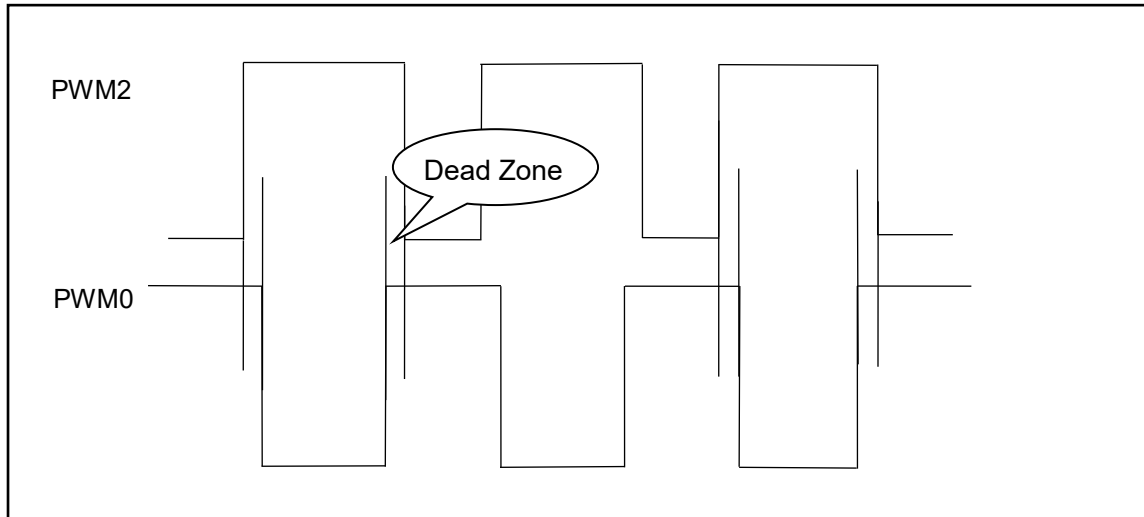

图 17: 两路互补 PWM 波形
1. 上述程序中，固定占空比时对应的 PWM0/PWM2 波形如图 17 所示。